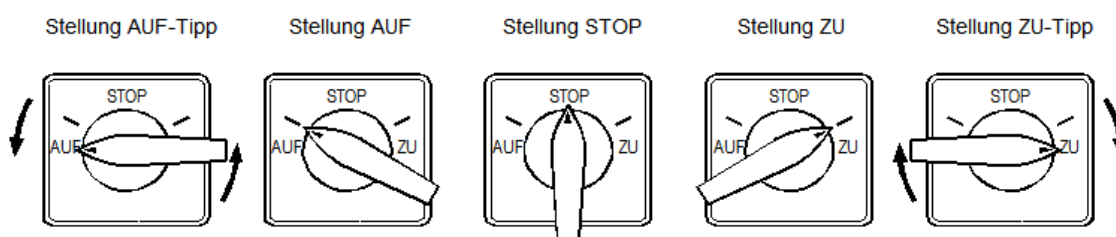

Bild 3: steuerschalter S31
- OFF: Keine Selbsthaltung im Ortsbetrieb, d.h. der Stellantrieb läuft nur, solange der Steuerschalter S31 in der äußersten Position (Abb.3, Stellung AUF-Tipp bzw. ZU-Tipp) gehalten wird (Tippen, hold to run).
- ON: Selbsthaltung im Ortsbetrieb, d.h. der Steuerschalter S31 muß nur einmal kurz in eine der beiden äußersten Positionen (Bild 3, Stellung AUF-Tipp bzw. ZU-Tipp) gedreht werden und der Stellantrieb läuft daraufhin bis in die Endlage (push to run). Soll der Stellantrieb gestoppt werden, muß der Steuerschalter S31 auf STOP (Bild 3) geschaltet werden.